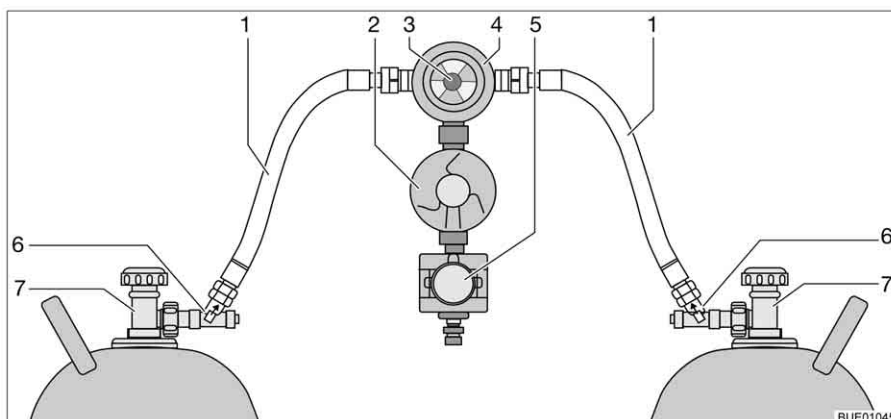

Fig. 143 Sistema de comutação Crash-Protection-Unit
A Crash-Protection-Unit é composta por dois limitadores de débito com dispositivo manual de destrava (Fig. 143,6), uma válvula de comutação (Fig. 143,4) com regulador de pressão (Fig. 143,2), uma válvula elétrica (Fig. 143,5) e uma unidade de comando com LED com três cores. A válvula de comutação está montada entre ambos os tubos do gás (Fig. 143,1).
Com o botão giratório (Fig. 143,3) na válvula de comutação pode determinar-se qual das garrafas de gás é usada como garrafa de serviço e qual é usada como garrafa de reserva.
Na unidade de comando (Fig. 144) só podem ser ligadas as funções elétricas. As válvulas principais de interrupção das garrafas de gás (Fig. 143,7) e os dispositivos de destrava (Fig. 143,6) têm de ser abertos manualmente.
- Abra as válvulas principais de interrupção nas garrafas de gás (Fig. 143,7).
- Prima os dispositivos de destrava (Fig. 143,6) um após outro durante 10 segundos.
- Com o botão giratório (Fig. 143,3) na válvula de comutação (Fig. 143,4) escolha a garrafa de gás de onde deve ser gasto prioritariamente o gás (garrafa de serviço). Rode o botão giratório até ao encosto.
- Feche as válvulas principais de interrupção nas garrafas de gás (Fig. 143,7).